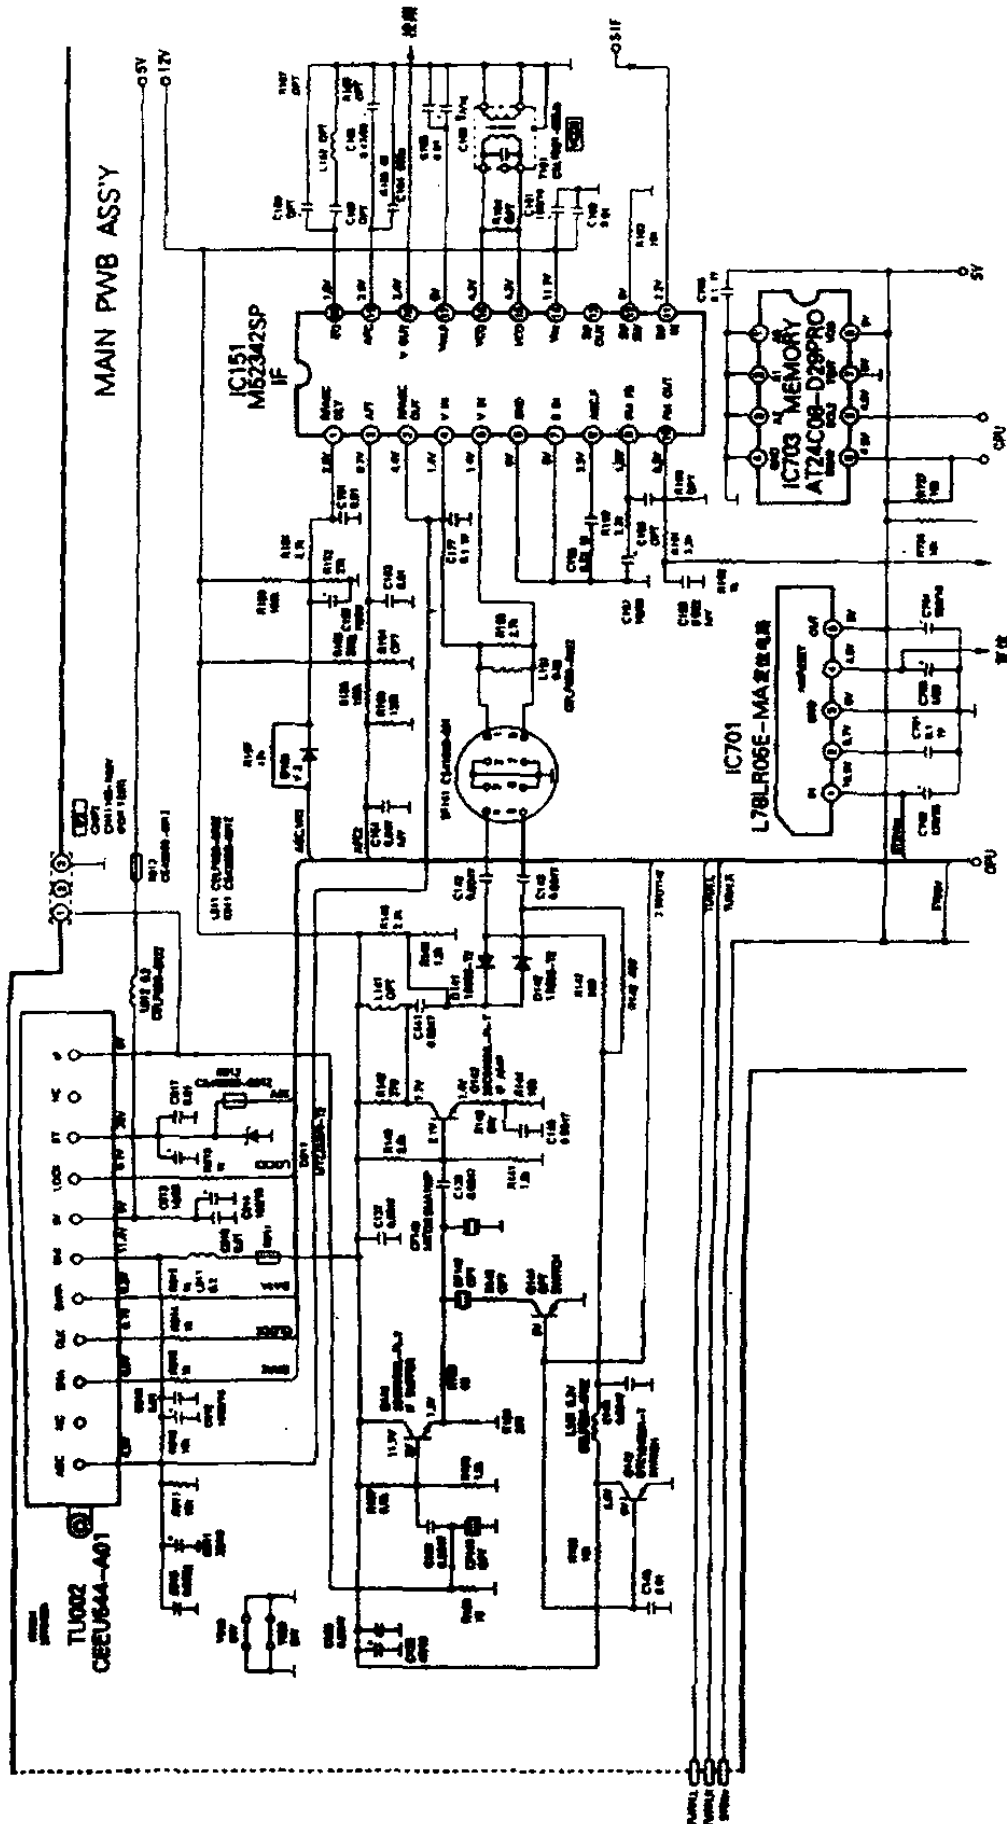

图 2-7 JVC AV-D29PRO 画中画彩色电视机副调谐器电路
图 2-7 为 JVC AV-D29PRO 画中画彩色电视机副调谐器电路,是接收画中画子画面信号的电路。调谐器的内部电路与主画面所用的电路相同,调谐器 IF 端输出的中频信号由 Q141、Q142 组成的预中放电路进行放大,由 SF141 中频滤波器进行选频,然后将中频信号送到 IC151 (M52342SP)中频电路的④、⑤脚,在 IC151 中进行视频检波和伴音解调。⑧脚输出检波后的视频信号,其中含有第二伴音中频信号,由滤波器取出第二伴音载频再送回 IC151 的⑪脚在集成电路中进行限幅放大和 FM 鉴频,最后由⑩脚输出音频信号。IC151 的输出作为子画面的图像和伴音信号再送到 AV 切换电路和圆中圆电路中进行处理。
故障分析:AV-D29PRO 彩色电视机的调谐接收电路见图 2-7,调